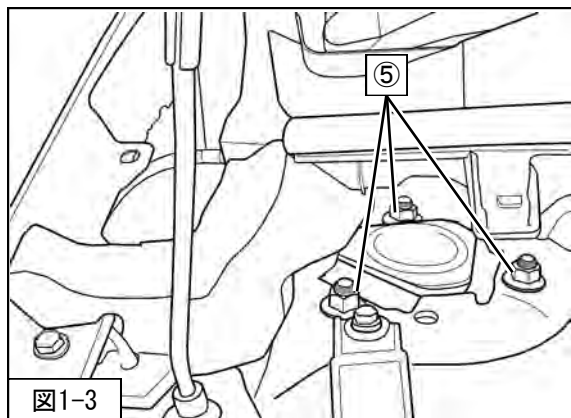

図1-3
4. ⑤フロントサスペンションASSYアッパー取付ナットを取外してください。（図1-3）